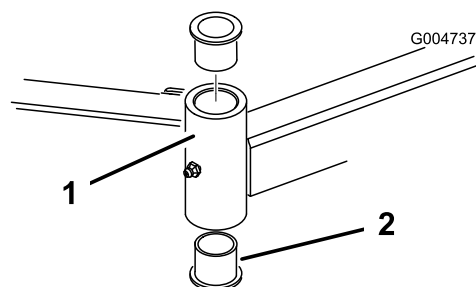

Bild 22
- Stecken Sie einen Dorn oben oder unten in das Befestigungsrohr und treiben die Büchsen heraus (Bild 22). Treiben Sie dann die andere Büchse aus dem Rohr heraus. Reinigen Sie die Innenseite der Rohre.